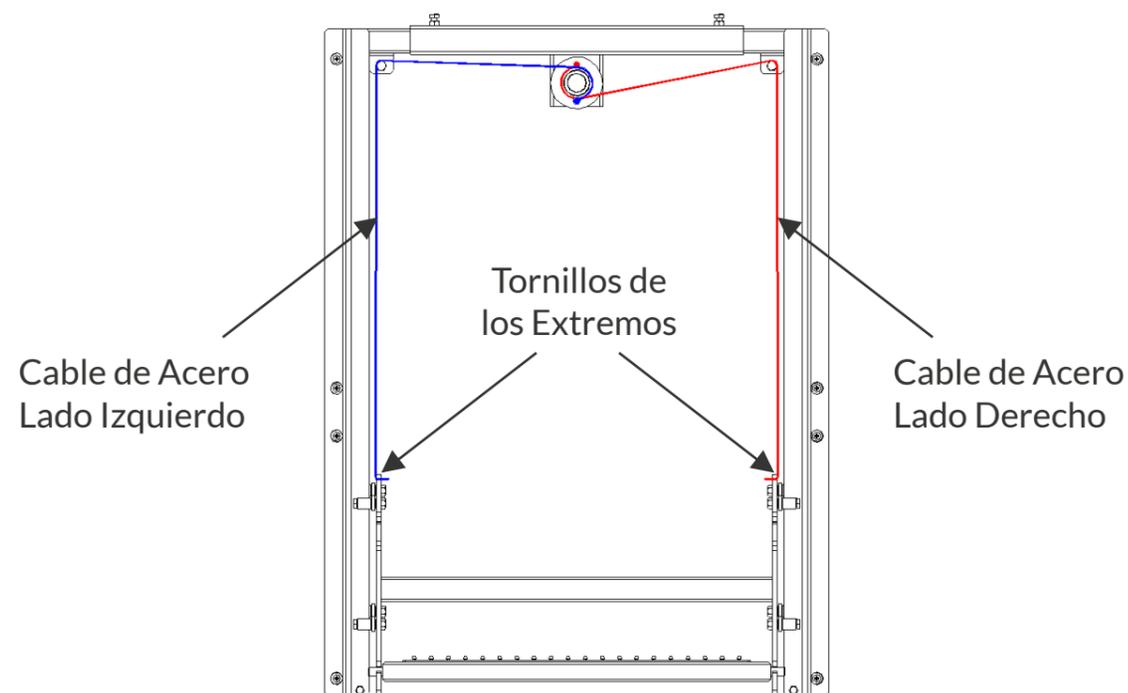

Figura 15
a) Uno de los puntos más importantes es la instalación de los Cables de Acero responsables de hacer el movimiento de subida y bajada de la(s) parrilla(s) de su equipo. Los mismos deben pasarse con la parte de la punta fija por la perforación de la Polea de Tracción (Figura 15).